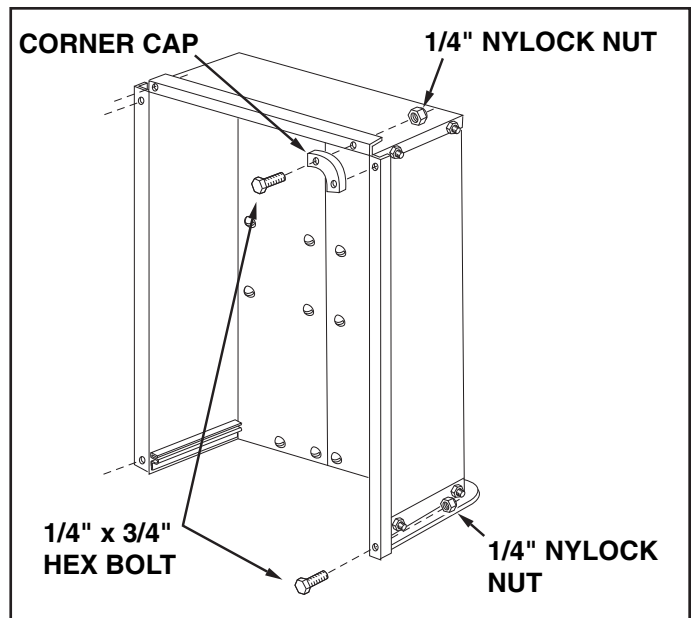

FIGURE 8
12. Assemble the two corner caps to the front corners of the cart using four  $1/4" \times 3/4"$  hex bolts and  $1/4"$  nylock nuts. Also assemble two  $1/4" \times 3/4"$  hex bolts and  $1/4"$  nylock nuts to the two rear corners of the cart. **TIGHTEN**. See figure 8.
12. Assemblez les deux barrettes en chapeau d'angle aux coins avant de la remorque en utilisant quatre boulons hex. 1/4" x 1/2" et des contre écrous hex. 1/4". Assemblez aussi deux boulons hex. 1/4" x 3/4" et les écrous hexagonaux 1/4" aux deux coins arrières de la remorque. **SERREZ.** Voir figure 8.